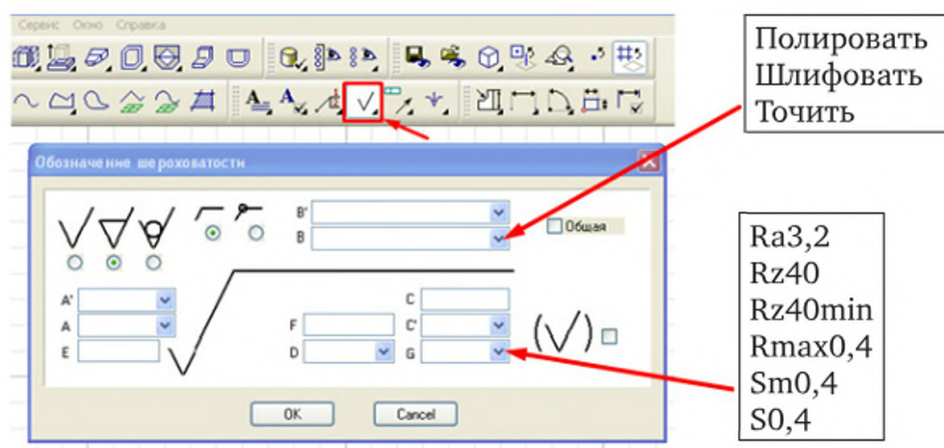

Рис. 6.16
1. Указанием курсора и щелчком левой кнопки «мыши» по кнопке **Обозначение шероховатости**  запустить процедуру простановки обозначения шероховатости поверхности. На экране появится диалог **Обозначение шероховатости** (рис. 6.16).